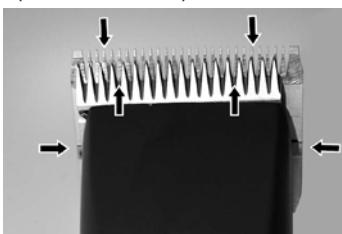

Fig. 22
For at opnå gode klipperesultater og forlænge klipperens holdbarhed er det nødvendigt at påføre et tyndt olielag mellem det øverste og nederste blad (Fig. 22).
- ▶ Smør bladene tilstrækkeligt under klipningen (mindst hvert 15. minut), så de ikke bliver tørre (Fig. 22).
Bladene skal smøre før, under og efter hver anvendelse. Når bladene på skærehovedet efterlader stribet eller kører med nedsat hastighed, betyder det, at de skal smøres igen. Påfør nogle få olie-dråber foran og lateralt på klippebladene (se pile i Fig. 22). Tør overskydendeolie væk med en blød, tør klud. Smørings-sprays sørger ikke for tilstrækkelig smøring, men har en kølende effekt på bladene. Udskift øjeblikkeligt beskadigede eller kærvede blad for at undgå skader.